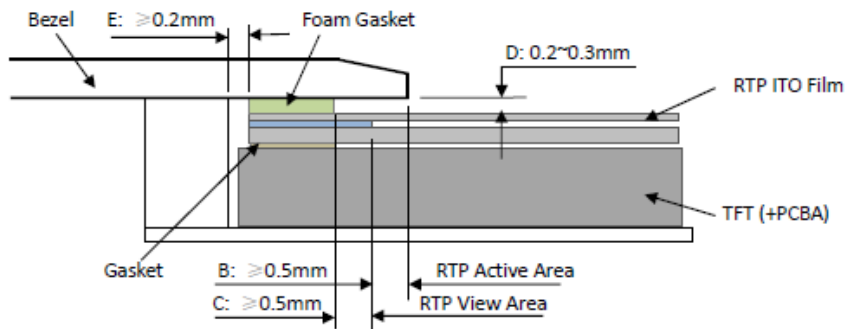

Figure 4
- It should bezel touching the RTP Active Area (A.A.) to prevent abnormal touch.It should left gab  $D=0.2\sim 0.3\text{mm}$  in between. (Figure 4)
It is suggested to protect those areas with gasket (between the bezel and RTP).The suggested figures are  $B\geq 0.50\text{mm}$ ;  $C\geq 0.50\text{mm}$ . (Figure 4)
- The bezel side wall should keep space  $E= 0.2 \sim 0.3\text{mm}$  from the RTP. (Figure 4)
- 为避免面框直接压在动作区 (A. A.) 上造成误动作，面框与电阻触摸屏 (RTP) 之间应留有一定的空隙  $D=0.2\sim 0.3\text{mm}$  之间. (附图 4)
- 设计面框时，要注意用面框保护触摸屏四周的非保证操作区域，因为布线区域在此处形成一台阶，在此区域附近操作时 ITO Film 变形较大，容易导致 ITO 损坏而降低寿命。为保护 RTP 和避免误操作，在 RTP 与面框之间垫缓冲物 (Gasket)，我们建议设计面框应覆盖动作区的边缘，面框边缘到 V. A. 区的距离  $B\geq 0.50\text{mm}$ ；垫圈内边缘到 V. A. 区的距离  $C\geq 0.50\text{mm}$ . (附图 4)
- 在设计面框与 RTP 组装时，应考虑到面框内侧与 RTP 外侧的间距  $E\geq 0.2\text{mm}$ . (附图 4)